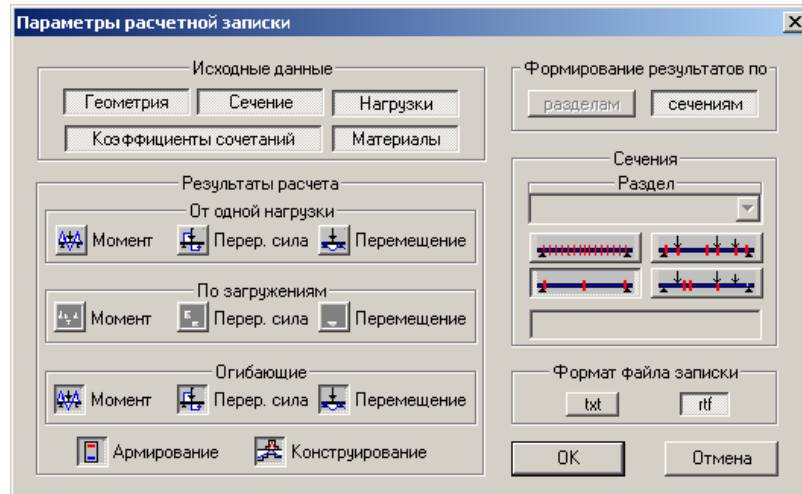

Рис.6.3.10. Окно диалога Параметры расчетной записки
- В открывшемся окне диалога **Параметры расчетной записки** (рис. 6.3.10) все параметры оставьте по умолчанию.